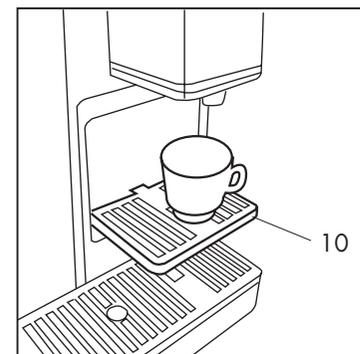

Fig.7
Per preparare correttamente un caffè espresso abbassare il supporto per tazza piccola (10) (Fig. 7)